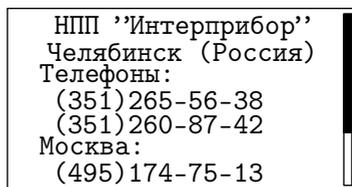

Рис. 3.44
3.7.6. "О производителе" (Рис. 3.44) - просмотр краткой информации о производителе прибора.